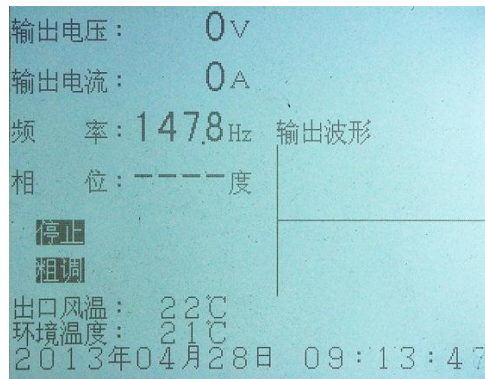

图 17 变频电源装置工作界面 1
6.7.3.2 欢迎界面显示后大约 1~2 秒钟就自动进入工作界面 1，见图 17。
6.7.3.4 图 17、18 中所示的部分，左上端的【输出电压】、【输出电流】分别对应变频电源装置的输出电压和电流。